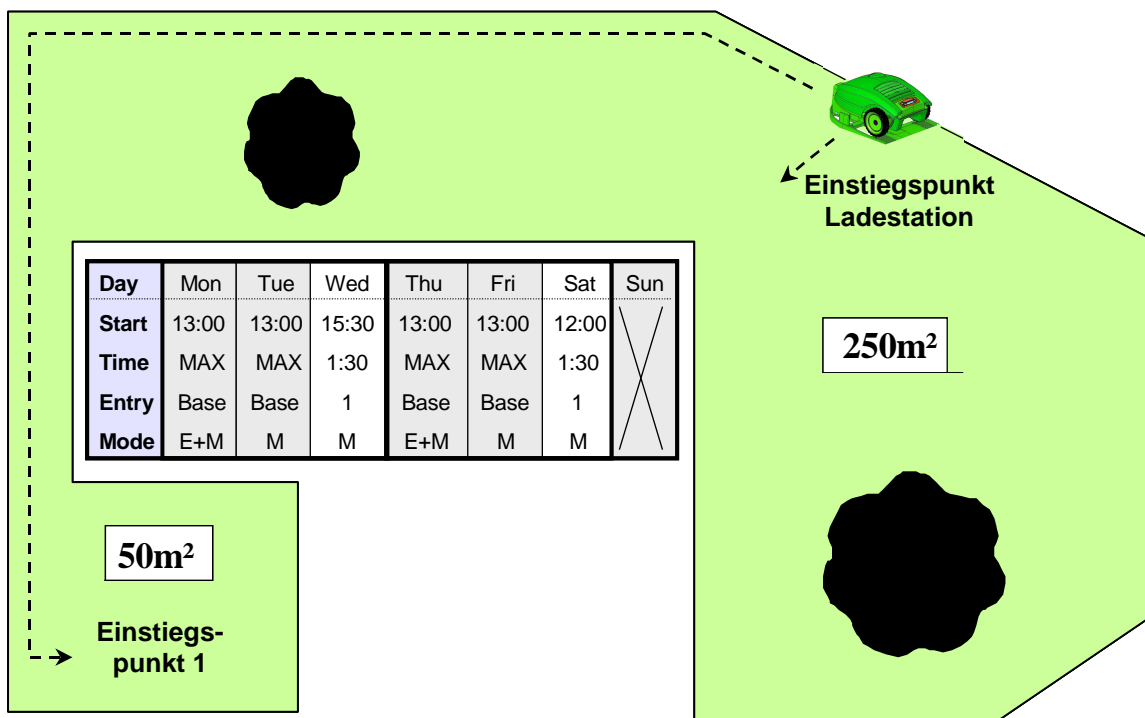

Bild 2.6
Einstellungsbeispiele für das fortgeschrittene Programm (Bild 2.6)
- Als Beispiel sehen Sie einen Rasen mit zwei Flächen und einem schmalen Durchgang (Bild 2.6).
- Die Tabelle in Abbildung 2.6 zeigt beispielsweise das fortgeschrittene Wochenprogramm für diese Fläche an: